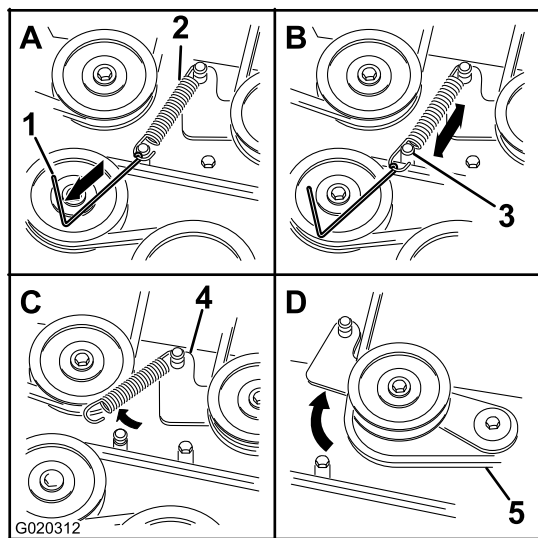

Figura 64
7. Usando una herramienta para la retirada de muelles (Pieza Toro N° 92-5771), retire el muelle tensor del espárrago de la carcasa para eliminar la tensión de la polea tensora (Figura 64).
- Pase la correa nueva alrededor de las poleas del cortacésped y de la polea del embrague, debajo del motor (Figura 64).
- Usando una herramienta para la retirada de muelles (Pieza Toro N° 92-5771), instale el muelle tensor sobre el espárrago de la carcasa y tense la polea tensora y la correa (Figura 64).